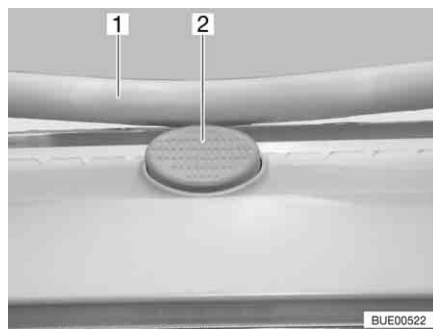

Fig. 95 Bouton de sûreté sur le lanterneau Heki
- Appuyer sur le bouton de sécurité (Fig. 95,2) et tirer l'étrier (Fig. 95,1) vers le bas avec les deux mains.
- Pousser l'étrier vers le haut avec les deux mains jusqu'à ce que ce dernier se trouve au-dessus du bouton de sûreté (Fig. 95,2).